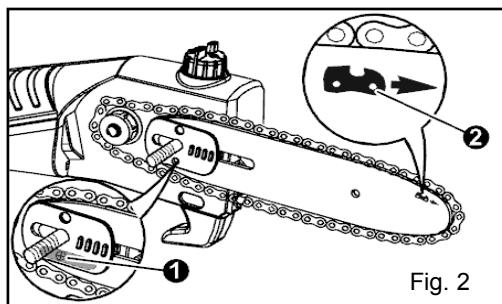

Fig. 2
NOTA: Verifique el correcto asentamiento del tornillo guía en el lado trasero de la barra en la ranura guía (Fig. 2 ①).
NOTA: Asegúrese de que la cadena se mueva en la dirección correcta (Fig. 2 ②).